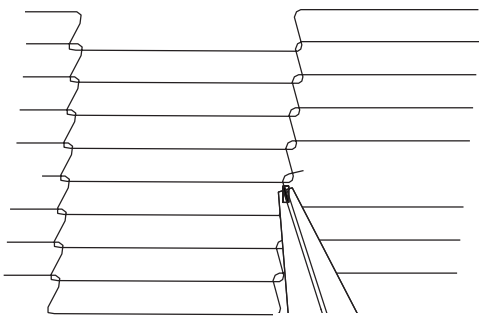

Figure 4-32.
6. Unissez de nouveau les maillons maîtres intérieurs (Figure 4-32.)